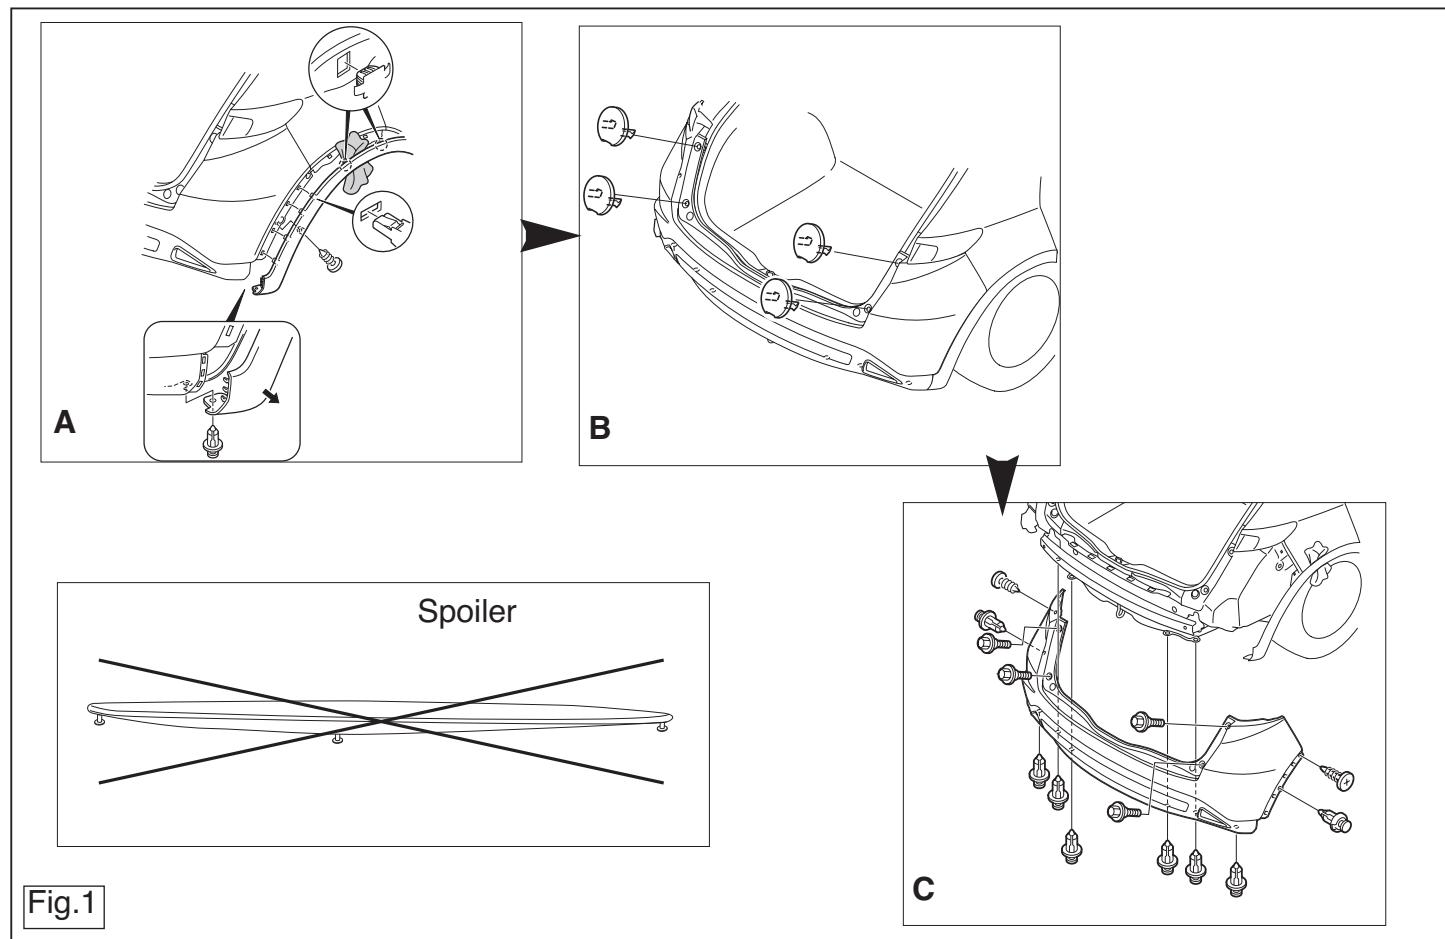

Fig.1
Die Stoßstange abmontieren. (Siehe Abbildung 1).
2. Demonter kofangeren. (Se fig1).
9. Monter kofangeren. (Se fig1).
2. Zdemontować zderzak. (Patrz rysunek 1).
9. Zamontować zderzak. (Patrz rysunek 1).